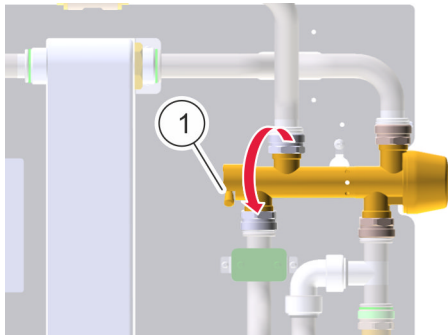

Abb. 78: Proportionalmengenregler einstellen
3. ➔ Um die Temperatur zu erhöhen oder zu verringern, den Proportionalmengenregler an der Regulierringe (Abb. 78/1) in die entsprechende Richtung +/- drehen.